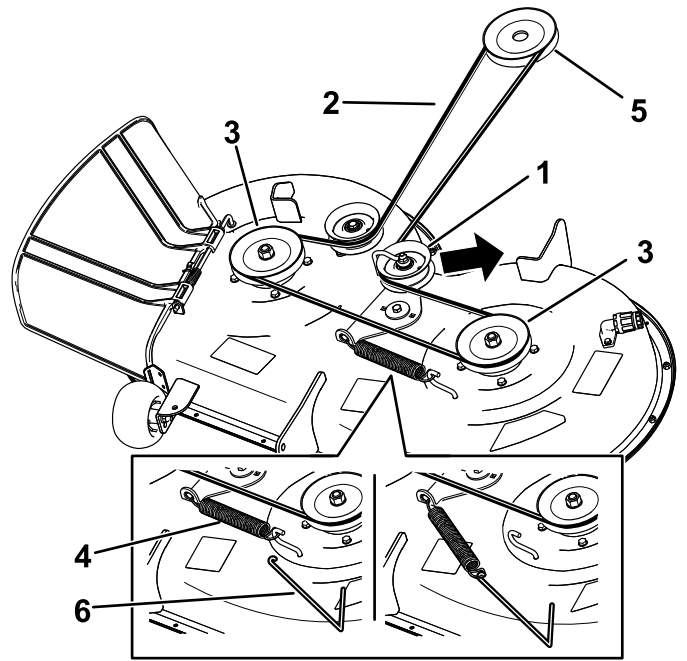

Figura 52
- Usando una herramienta para la retirada de muelles (Pieza Toro N° 92-5771), retire el muelle tensor del gancho de la carcasa para eliminar la tensión de la polea tensora, y retire la correa de las poleas (Figura 52).
- Pase la correa nueva alrededor de las poleas del motor y del cortacésped (Figura 52).
- Usando una herramienta para la retirada de muelles (Pieza Toro N° 92-5771), instale el muelle tensor sobre el gancho de la carcasa y tense la polea tensora y la correa (Figura 52).